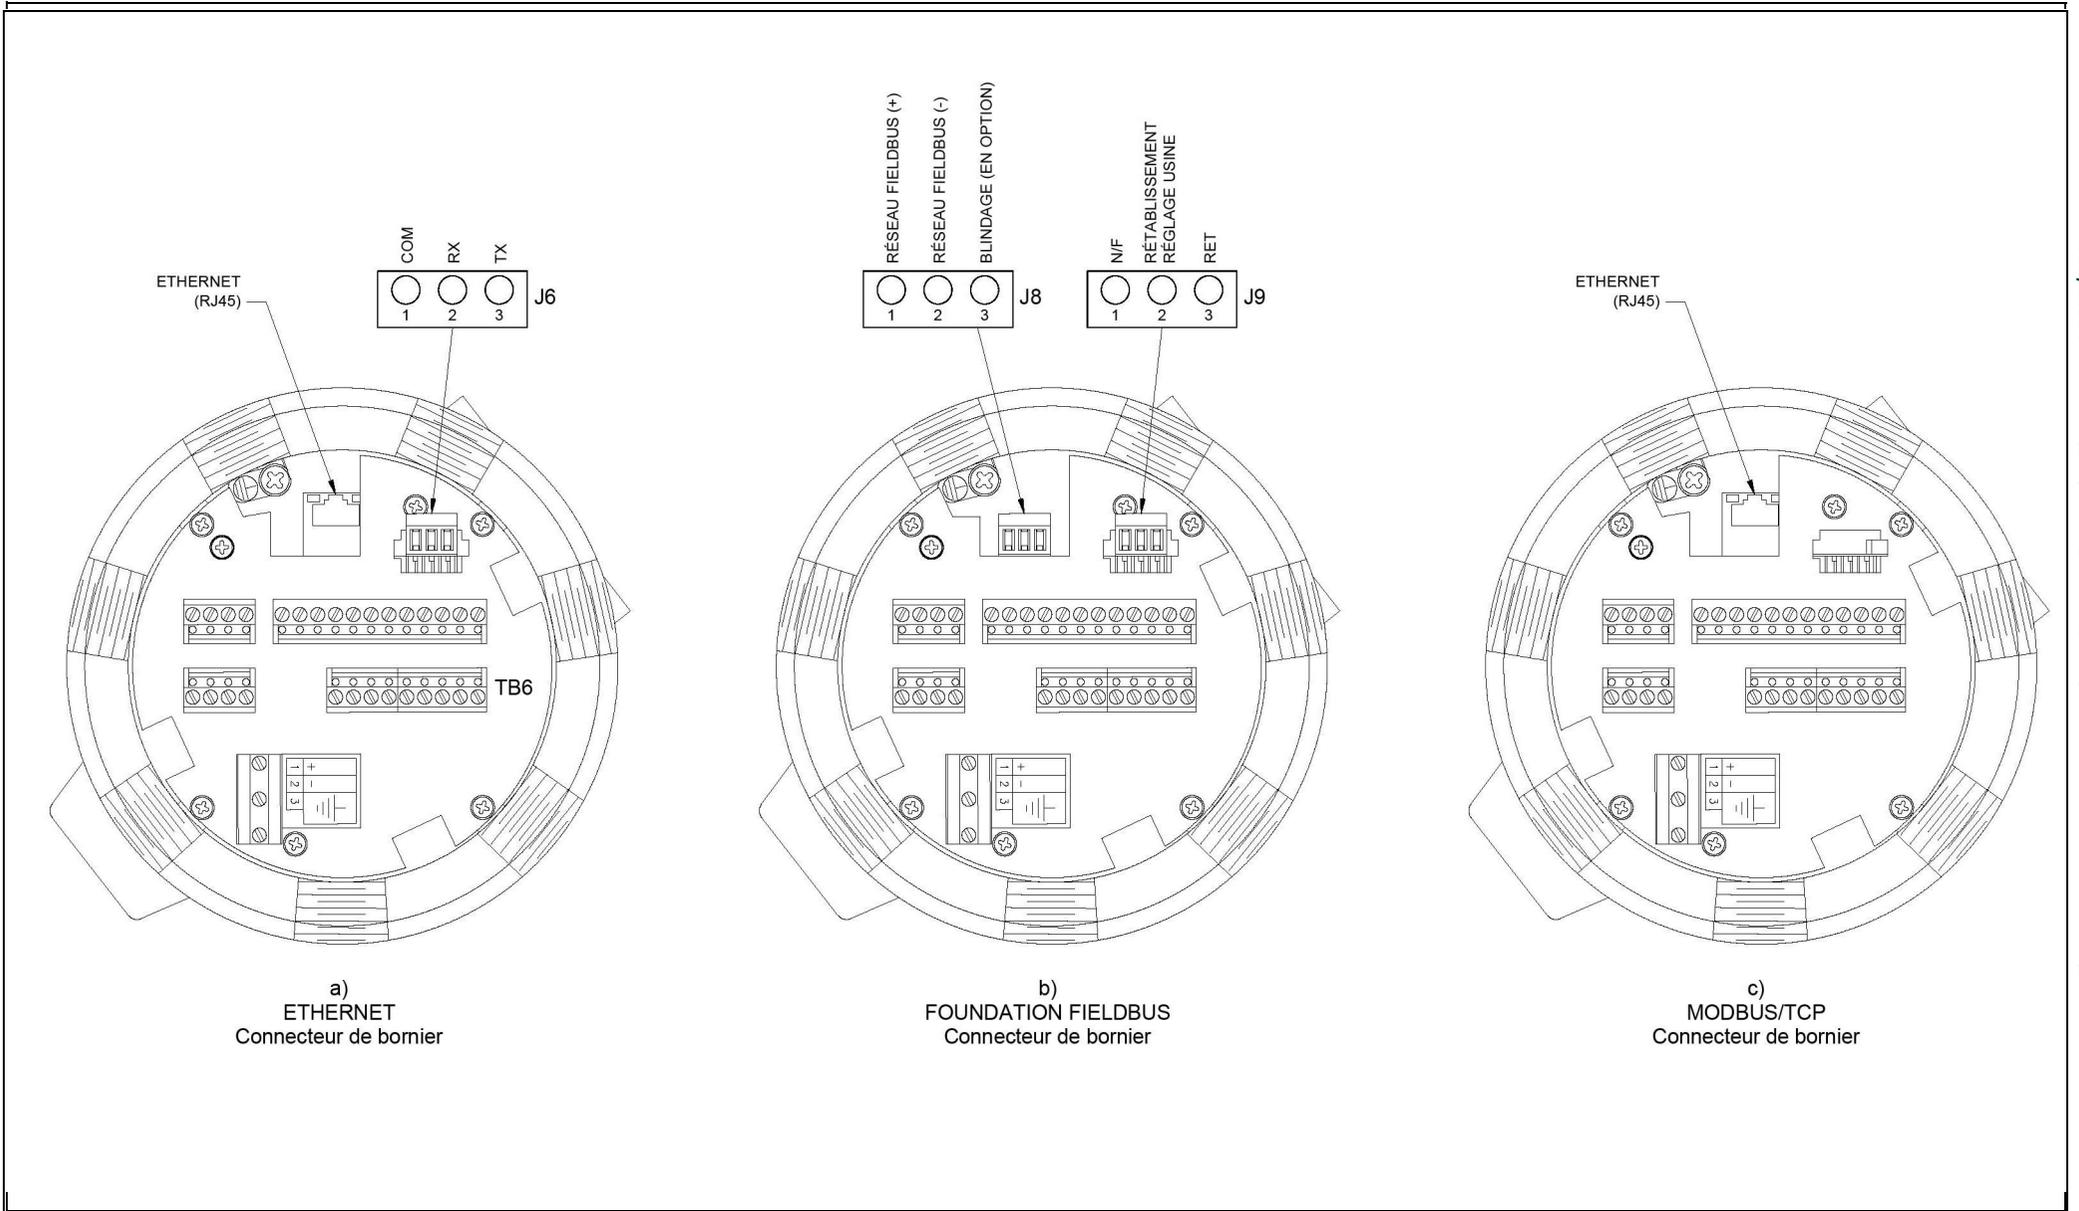

Figure 11: raccordements des borniers - Ethernet, Foundation Fieldbus et MODBUS/TCPY
Il est également possible d'utiliser un débitmètre XGF868i modifié, qui propose une interface MODBUS/TCP pour communiquer avec un réseau interne. Une carte MODBUS/TCP en option (installée uniquement dans le logement 2) offre une adresse MAC (IP) unique et comprend un connecteur RJ45. Pour raccorder au réseau le XGF868i compatible MODBUS/TCP, insérez la fiche d'un câble RJ45 dans le connecteur RJ45, faites passer le câble par l'un des trous de conduit à l'aide d'un serre-câble adapté, puis raccordez l'autre extrémité du câble au réseau Ethernet en suivant les consignes du fabricant (voir Figure 11 à la page 25).
Un débitmètre XGF868i modifié peut utiliser l'interface Ethernet pour communiquer avec un réseau local. Une carte Ethernet en option (installée uniquement dans le logement 2) offre une adresse MAC (IP) unique et comprend un connecteur RJ45. Pour raccorder au réseau le XGF868i compatible Ethernet, insérez la fiche d'un câble RJ45 dans le connecteur RJ45, faites passer le câble par l'un des trous de conduit à l'aide d'un serre-câble adapté, puis raccordez l'autre extrémité du câble au réseau Ethernet en suivant les consignes du fabricant. Procédez au raccordement externe entre la carte d'option Ethernet et le connecteur RS232 du XGF868i comme indiqué dans le *Tableau 4* et la *Figure 11* à la page 25.
Pour raccorder l'interface Foundation Fieldbus au XGF868i, effectuez les raccordements au réseau au niveau de J8, broches 1 et 2, comme indiqué sur le schéma (b) de la Figure 11 à la page 25. Vous pouvez également relier un blindage à la broche 3 de J8 selon le câblage réseau.